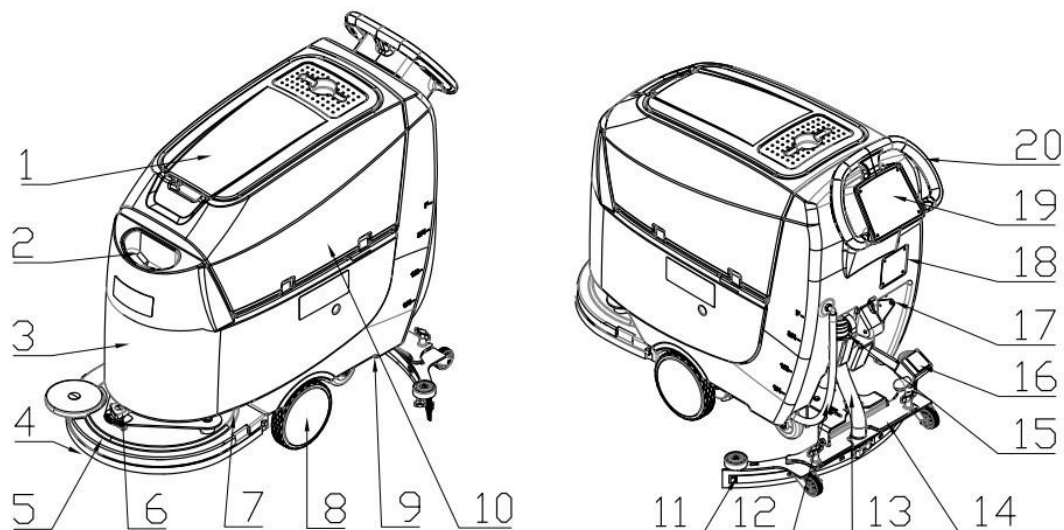
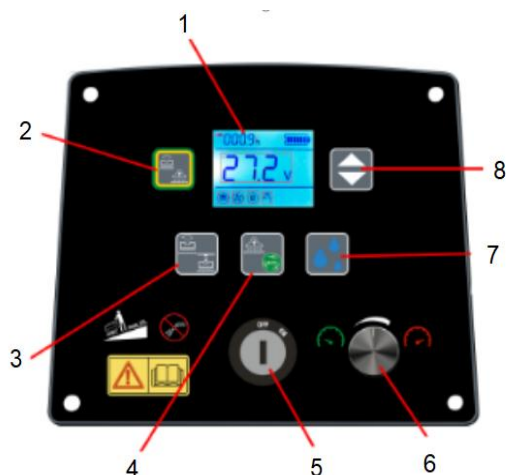

Рис. 1 – Схема компонентов
Рис. 2 – Панель управления
1. Поместите щеточный диск (A) / держатель падов (B) под щеткодержатель в его центр.
2. Нажмите на педаль опускания/подъема щеткодержателя (рис. 1, поз. 16), чтобы опустить держатель для установки щетки или держателя падов.
4. Включите двигатель вращения щетки при помощи кнопки (рис. 2, поз. 3) и всасывающий двигатель при помощи кнопки (рис. 2, поз. 4).
1. Нажмите педаль (рис. 1, поз. 16), чтобы поднять щеткодержатель, а затем нажмите и удерживайте кнопку снятия щетки (рис. 2, поз. 3) в течение трех секунд, пока щетка, либо держатель падов не снимутся в автоматическом режиме и не упадут на землю.
6. Нажмите на кнопку быстрого старта (рис. 2, поз. 2) или на кнопки запуска вращения щетки (рис. 2, поз. 3) и кнопку включения насоса (рис. 2, поз. 4), загорятся соответствующие индикаторы (рис. 3, поз. 6 и 7).
7. Включите и отрегулируйте мощность подачи воды в соответствии с состоянием очищаемой поверхности нажатием на кнопку подачи чистой воды (рис. 2, поз. 7).
8. Регулятором скорости (рис. 2, поз. 6) установите необходимую скорость машины. Выбор регулировки следует выбирать в зависимости от чистоты полов.
1. Нажмите на кнопку включения/выключения щеточного двигателя (рис. 2, поз. 3), чтобы выключить его.
3. Нажмите кнопку включения/выключения всасывающего двигателя (рис. 2, поз. 4), чтобы выключить его. Двигатель будет выключен через задержки в 5 секунд для всасывания оставшейся на земле жидкости.